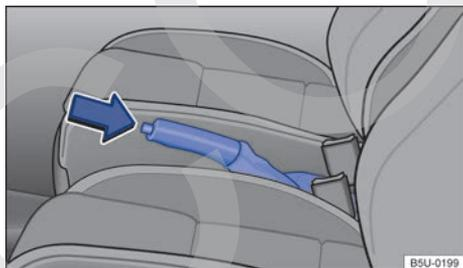

Fig. 107 Entre los asientos delanteros: palanca del freno de estacionamiento.
- Tire de la palanca del freno de estacionamiento hacia arriba con el botón de bloqueo pulsado ⇒ fig. 107 (flecha).
- Tire ligeramente de la palanca del freno de estacionamiento hacia arriba y presione el botón de bloqueo ⇒ fig. 107 (flecha).